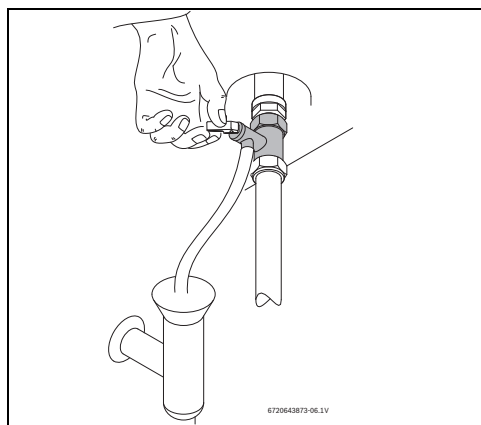

Fig. 14 Ouverture manuelle de la soupape de sécurité
- ▶ Ouvrir la soupape de sécurité (fig. 14).
- ▶ Ouvrir la soupape de sécurité au moins une fois par mois (fig. 14).